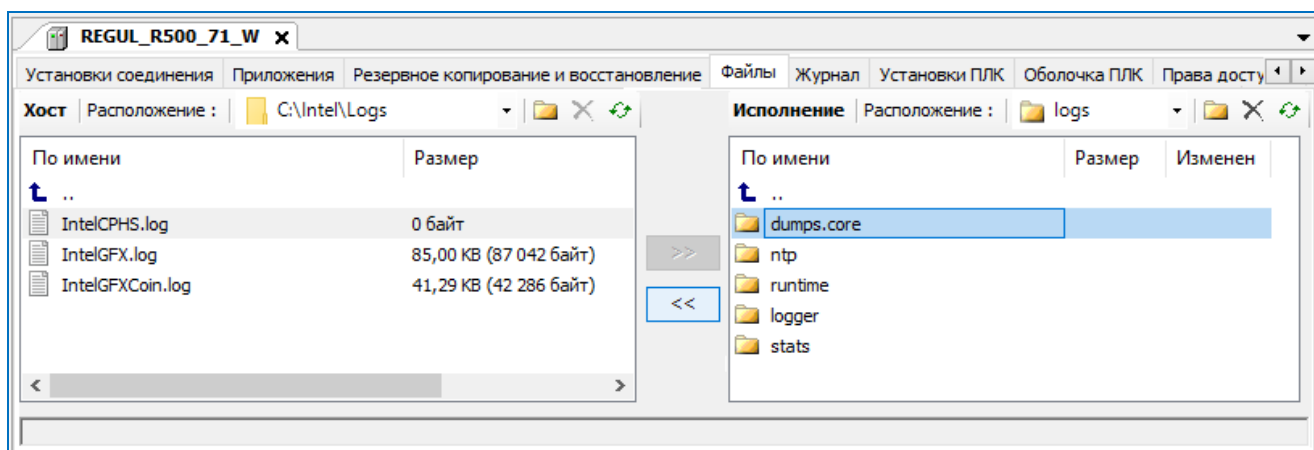

Рисунок 175 – Загрузка файлов с контроллера на ПК. Журнал событий
- на главной вкладке параметров устройства перейдите на вкладку **Файлы**. В области **Исполнение** нажмите кнопку  (**Обновить**). В окне отобразится дерево файлов, имеющихся на контроллере. Найдите папку **logs** (Рисунок 175);